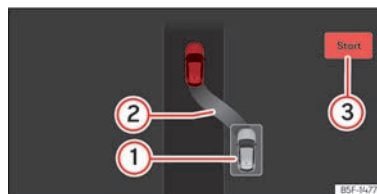

Abb. 159 Am Bildschirm des Kombi-Instruments: aus einer Längsparklücke ausparken.
- Fahren Sie rückwärts, bis das Dauertonsignal des ParkPilot ertönt; **ODER:** Fahren Sie zurück, bis am Bildschirm des Kombi-Instruments die Anzeige zur Vorwärtsfahrt erscheint. Die Fortschrittsanzeige **>>> (Abb. 159) ③** zeigt den zur rückzulegenden Abstand an.